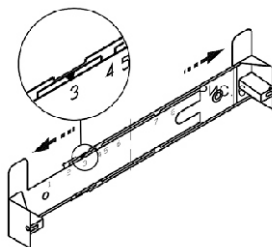

рис. 6
6.3 Крепление кронштейна к стене (рис. 6, 7).
Прежде чем прикрепить кронштейн к стене, необходимо выставить его на нужный размер (равный ширине верхней фальштрубы) рис.6. Увеличьте размер кронштейна (если это необходимо), раздвинув его, и установите фиксатор напротив цифры, соответствующей Вашей вытяжке (см табл.4, графа N).